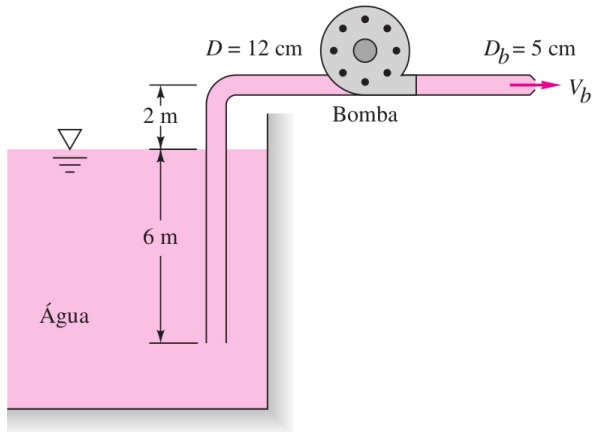

Figura 8: Bomba.
**Exercício 8.** Quando a bomba da figura 8 bombeia  $220 \text{ m}^3/\text{h}$  de água do reservatório,